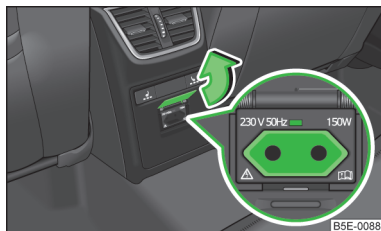

Fig. 76
- Aprire il coperchio della presa nella direzione indicata dalla freccia » fig. 76.